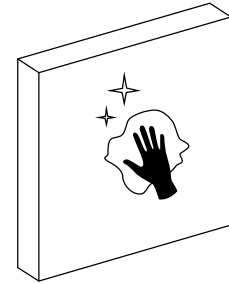

Abb. 6
- 1 Reinigen Sie die Oberfläche, an der Sie die Tastatur anbringen wollen (Abb. 6).